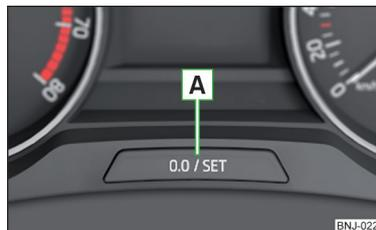

Fig. 22
» Tocar na tecla **A** » Fig. 22 na página 38.
- Manter a tecla **A** » Fig. 22 premida, até que seja apresentado no visor o ponto de menu **Hora**.